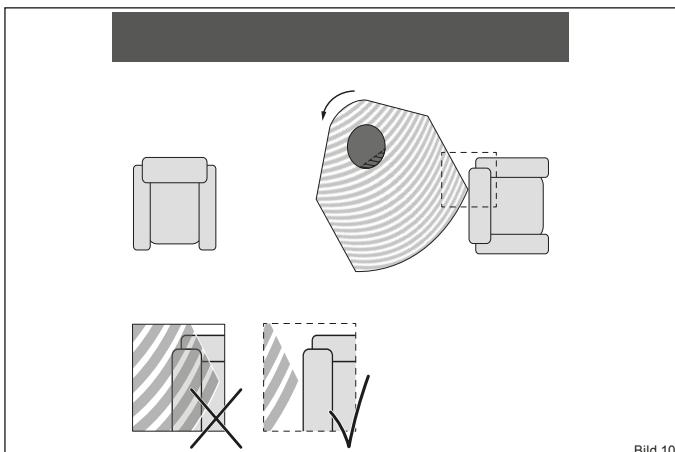

Bild 10
- ▶ In dem eingestellten Drehwinkel des Kaminofens darf sich innerhalb des Strahlungsbereiches kein brennbares Material wie, z. B. Möbelstücke befinden. (Bild 10 und Bild 11).